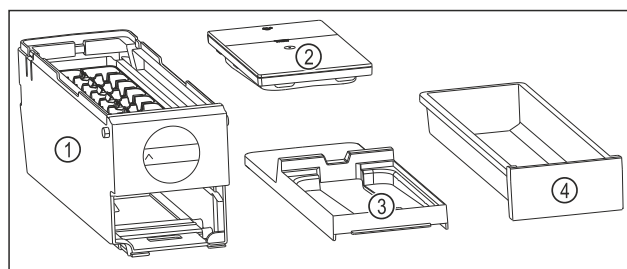

Fig. 133 Súčasti EasyTwist-Ice
- ▷ EasyTwist-Ice je rozložený na štyri časti. (pozri Fig. 133)
- ▶ Rozložte EasyTwist-Ice len na tie súčasti, ktoré sú na obrázku. (pozri Fig. 133)
- ▶ Korpus EasyTwist-Ice Fig. 133 (1) vyčistite ako celok.